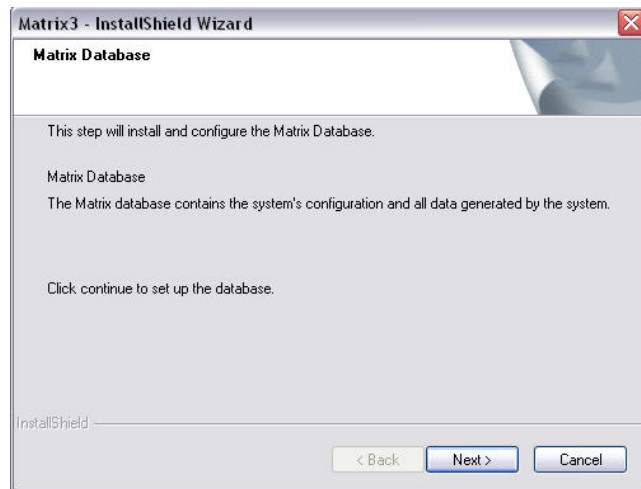

FIG. 8
10. Lorsque l'écran de configuration "Matrix Database" (Base de données Matrix) (Fig. 8) s'affiche, sélectionnez "NEXT" (Suivant) pour lancer la configuration de la base de données.